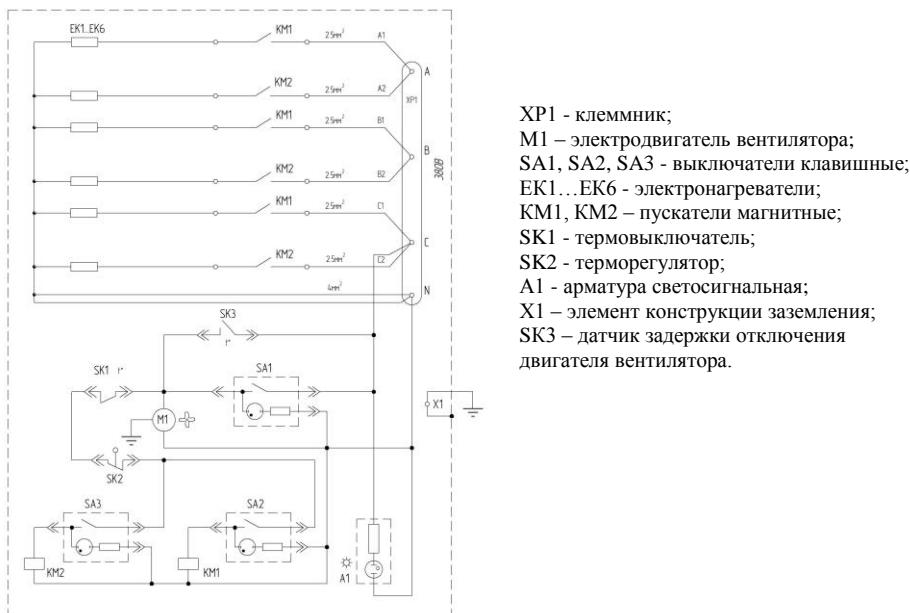
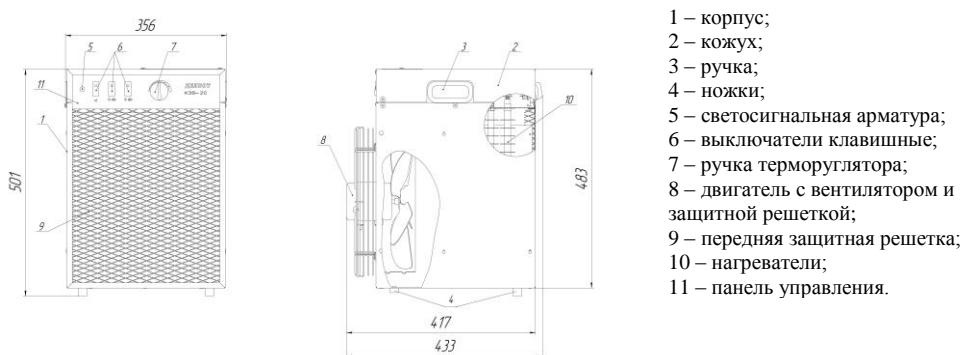

Рис. 1 - Схема электрическая принципиальная
Рис.2 Общий вид электрокалорифер КЭВ-20
5.1. Калорифер состоит (см. рис.2) из корпуса 1, внутри которого установлены оребренные трубчатые электронагреватели (ТЭНР) 10, двигатель с вентилятором 8 и электромонтаж. На панели управления 11 установлена светосигнальная арматура 5, выключатели 6, ручка 7 терморегулятора. При подаче питания загорается лампочка 5, включение первого (левого) выключателя запускает в работу двигатель с вентилятором. Без включения этого выключателя невозможно включить нагрев. Второй и третий выключатели включают ступени нагрева по 10 кВт. Включением второго и третьего выключателей обеспечивается полная мощность нагрева 20 кВт. Калорифер имеет терморегулятор, SK2 что позволяет автоматически поддерживать в помещении заданный температурный режим. Калорифер для защиты от перегрева снабжен термовыключателем SK2. Общий вид калорифера приведен на рис. 2, электрическая схема приведена на рис. 1.
5.3. Для обеспечения снятия остаточного тепла с нагревателей по окончанию работы при отключении всех выключателей на пульте управления (см. рис.2) применен датчик задержки SK3 (см. рис.1), обеспечивающий продолжение работы двигателя вентилятора (5 ± 2) мин с автоматическим отключением.
6.9. При отключении калорифера необходимо выключить все клавишные выключатели (см. рис.2). Двигатель вентилятора будет автоматически продолжать работать в течение (5±2) мин для снятия остаточного тока с нагревателей. Не отключайте электрокалорифер входным автоматическим выключателем, так как в этом случае двигатель вентилятора не будет работать и остаточное тепло с нагревателя не будет сниматься.